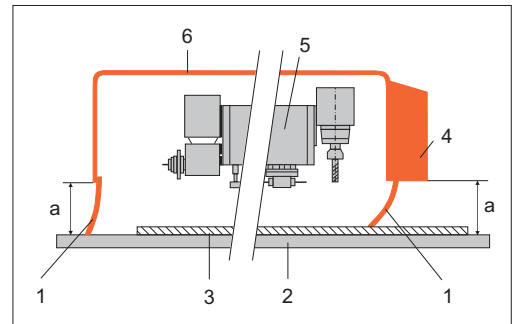

Bild 2: Schutzeinrichtungen an der CNC-Holzbearbeitungsmaschine
3. Ist die Maschine mit einer **festen Schutzeinrichtung** ausgestattet, deren untere Kante höchstens 400 mm (a) von der Werkstückauflagefläche entfernt ist? (Bild 2 und 3) ja teilweise nein
4. Sind die für die Bearbeitung notwendigen Öffnungen mit beweglichen **Lamellenvorhängen** gesichert? (Bild 2, Pos. 1) ja teilweise nein